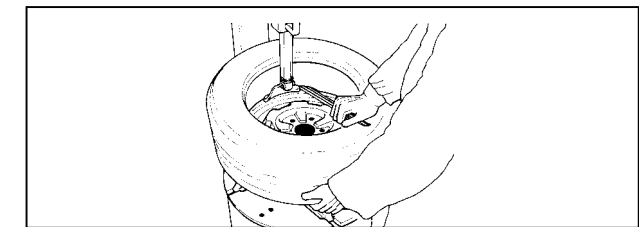

Fig. 14
H. Repeat the process for removing the lower bead. With left hand, lift the bead in position diametrically opposite the tool to keep it in the drop center (Fig.14). Move the swing arm aside and remove the tire.
H. Démonter le deuxième talon en exécutant les mêmes opérations. Soulever le pneu de la main gauche dans une position opposée à l'outil pour maintenir le talon dans le creux (Fig.14). Déplacer le bras déporté latéralement et enlever le pneu.